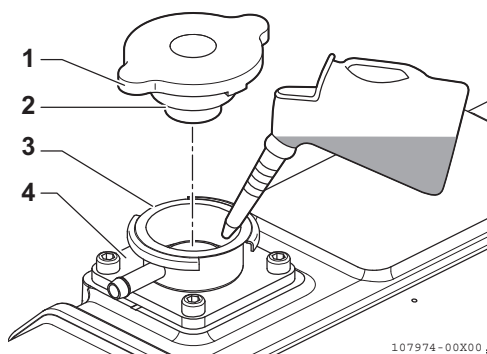

Figura 11
3. Vierta el refrigerante lentamente en el depósito del refrigerante (**Figura 11, (4)**) para evitar que se formen burbujas de aire. Deténgase cuando el refrigerante rebose por la boca de llenado.
4. Alinee las pestañas del tapón de llenado (**Figura 11, (2)**) con las muescas de la boca para relleno (**Figura 11, (3)**) y apriete el tapón de llenado (**Figura 11, (1)**) firmemente.